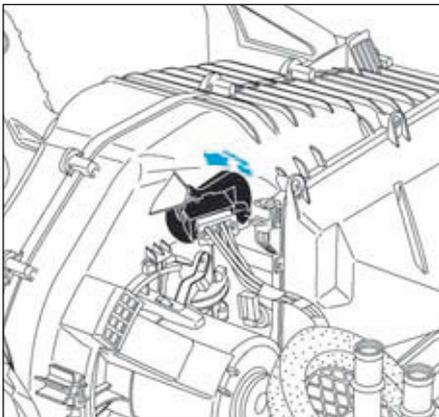

FIG.7
- Tourner le boîtier de commande d'un quart de tour dans le sens antihoraire (Fig.7).